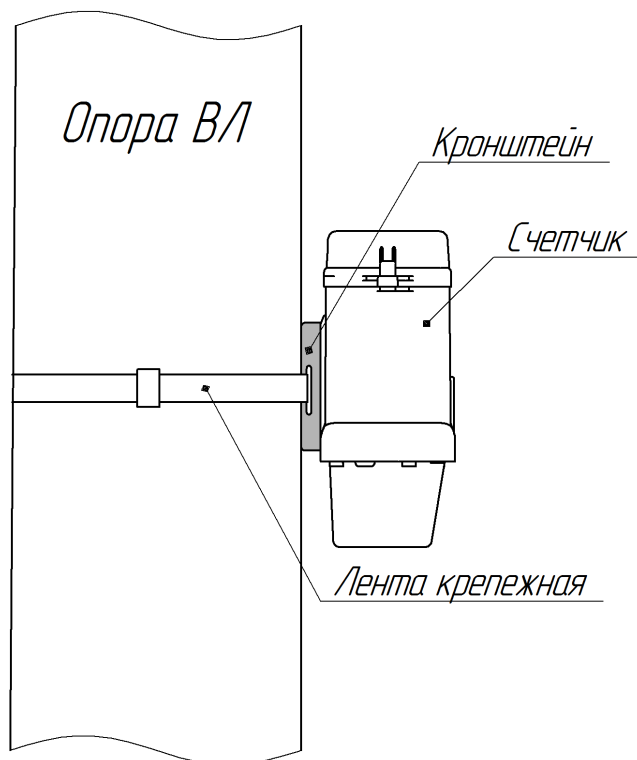

Рисунок 1 – Установка кронштейна и счетчика на опору ВЛ при помощи ленты крепежной
- в) закрепить кронштейн для крепления счетчика к опоре ВЛ при помощи ленты крепежной (см. рис. 1);